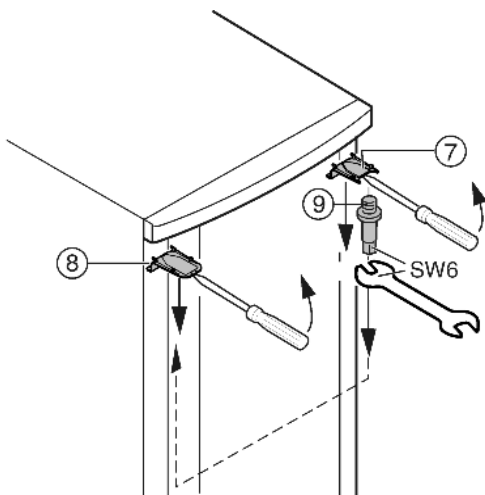

Fig. 7
- ▶ Desencaje hacia delante la cubierta Fig. 7 (7) y la cubierta Fig. 7 (8) en la parte superior con un destornillador y extráigalas hacia abajo en posición inclinada.
- ▶ Desenrosque el perno de cojinete Fig. 7 (9) y enrósquelo en el lado opuesto (**con 4 Nm**) para fijarlo.
- ▶ Volver a montar la cubierta Fig. 7 (7) en el lado del perno de cojinete: introdúzcala por detrás, encájela delante.
- ▶ Montar la cubierta Fig. 7 (8) en el lado opuesto: introdúzcala por detrás, encájela delante.
- ▶ Enganche la puerta en el perno de cojinete Fig. 7 (9) de la parte superior.